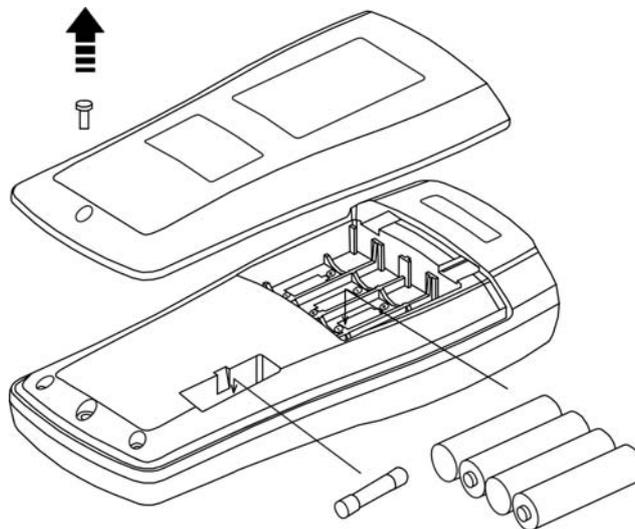

Fig. 11: Sustitución de la pila y fusible interno
3. Quite las pilas e inserte otras del mismo tipo (vea § 6.1.3) observando la correcta polaridad y reposicione la tapa de la pila (vea Fig. 11). Utilice los contenedores adecuados para el reciclaje de las pilas